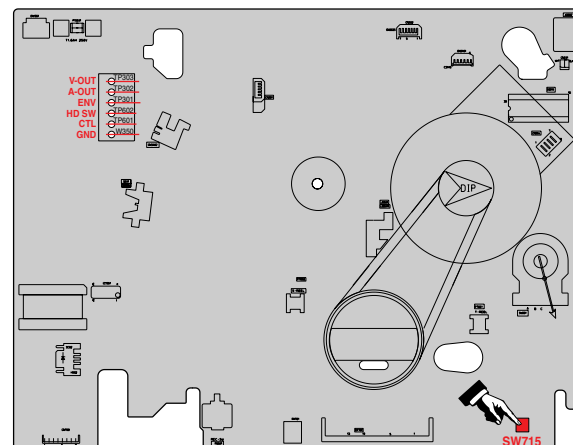

Fig. 24
- Oszilloskop am TP302 "A-OUT" anschließen (Fig. 24).
- Kanal A: Kopfschaltimpuls "HD SW" – TP602 (Fig. 24)
- Kanal B: FM-Pakete "ENV" – TP301 (Fig. 24)
- Taster SW715 (Fig. 24) auf der Chassisplatte drücken und anschließend die Taste »5« der Fernbedienung.